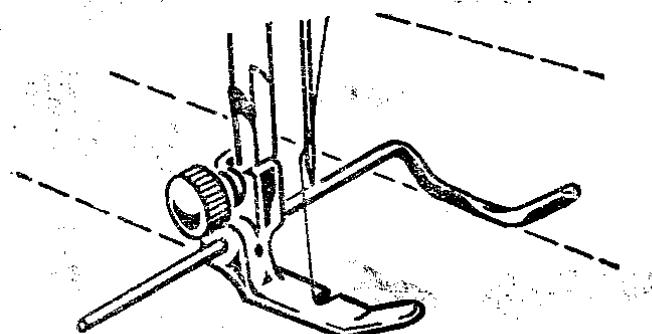

Рис. 36
10.2. Лапка с линейкой (рис. 36)